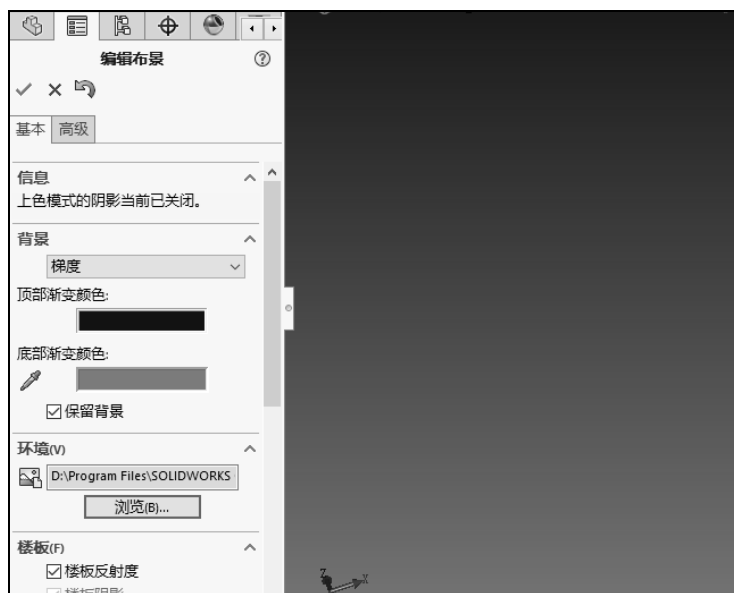

图 1-52 【梯度】选项
(3) 选择【梯度】选项，并在【顶部渐变颜色】和【底部渐变颜色】中分别选择用户所需要的颜色，SOLIDWORKS 2020 会在图形区域显示用户所选择的梯度颜色，如图 1-52 所示。